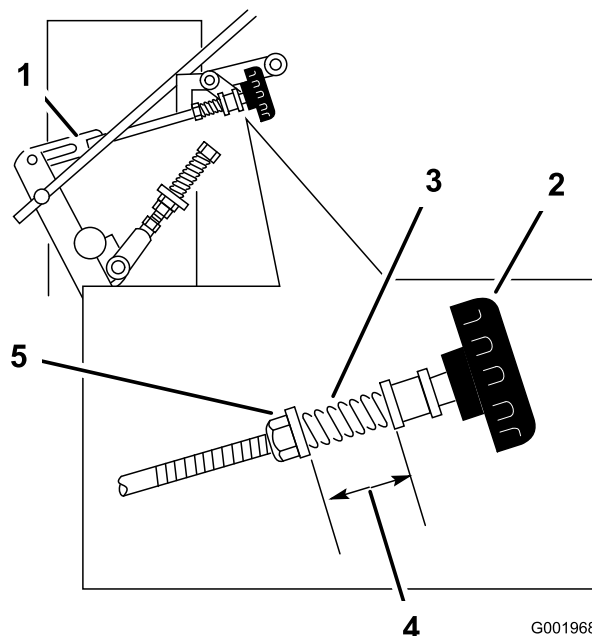

Figure 50
4. Réglez la timonerie droite en tournant le bouton Quick-Track dans le sens anti-horaire jusqu'à ce que la roue commence à tourner en avant (Figure 50).
5. Tournez le bouton dans le sens horaire 1/4 de tour à la fois. Déplacez ensuite le levier de changement de vitesse en avant et ramenez-le au point mort. Répétez cette opération jusqu'à ce que la roue droite arrête de tourner en avant (Figure 50).
6. Le ressort qui maintient la tension sur le bouton n'a normalement pas besoin d'être réglé. Toutefois, si un réglage est nécessaire, réglez la longueur du ressort à 26 mm (1 pouce) entre les rondelles (Figure 50).
7. Pour régler la longueur du ressort, tournez l'écrou à l'avant du ressort (Figure 50).